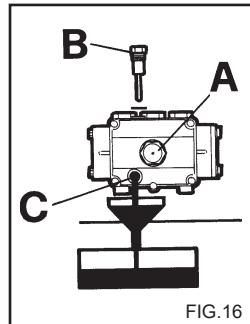

FIG.16
- 2) De tap met de oliepeilstaf losschroeven (Fig. 16)